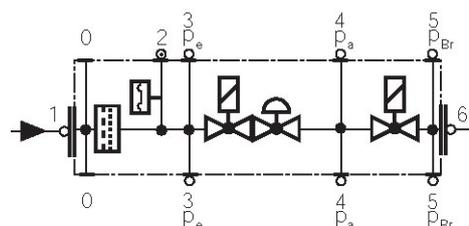

Fig. 26
- Pulire o sostituire il filtro se la differenza di pressione fra i punti 1 e 3 (Fig. 26) è  $\Delta p > 10$  mbar.
- Pulire o sostituire il filtro se la differenza di pressione fra i punti 1 e 3 (Fig. 26) risulta raddoppiata dall'ultimo controllo.